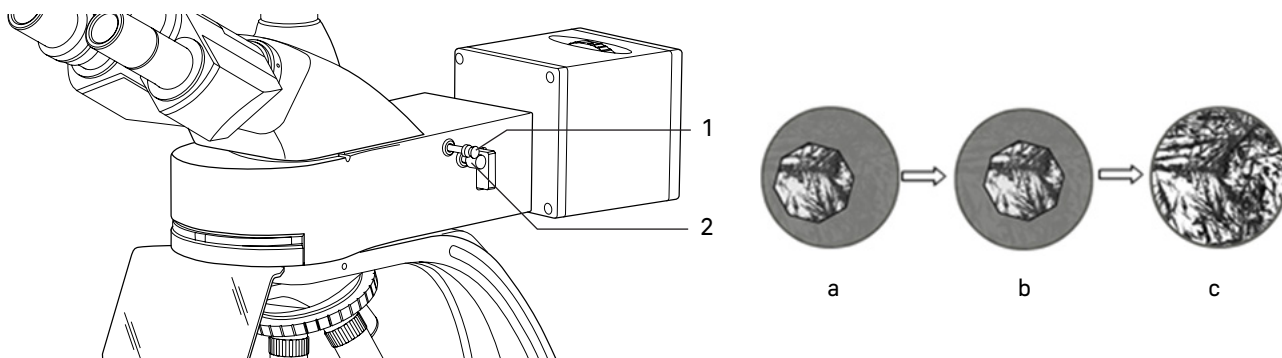

Рис. 15. Центрировка полевой диафрагмы осветителя отраженного света
- Если светлое пятно не в центре поля зрения, как показано на рис. 15а, необходимо отцентрировать диафрагму. При помощи двух центрировочных винтов 1, расположенных по обеим сторонам насадки, центр диафрагмы совмещается с центром поля зрения, как показано на рис. 15b.
- Раскройте полевую диафрагму до размера поля зрения, как показано на рис. 15с.